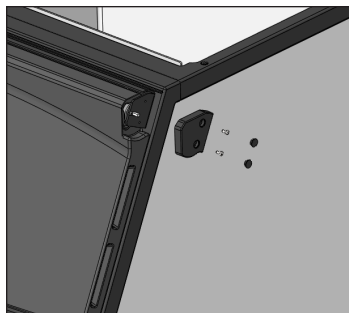

Fig. 1 Vista esplosa del tappo terminale, viti e tappi delle viti della staffa dello sportello.
1. Rimuovere i tappi terminali delle staffe dello sportello. Si veda la Fig. 1